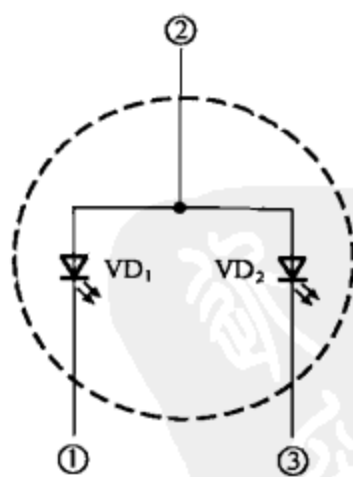

图 3-51
(3) 共阳极 3 引脚变色发光二极管内部结构如图 3-51 所示，与共阴极管不同的是，两种发光颜色的管芯正极连接在一起。3 引脚中，左右两边的引脚分别为两种颜色发光二极管的负极，中间的引脚为公共正极。使用时，公共正极②脚接工作电压，其余两引脚按需要接地即可。